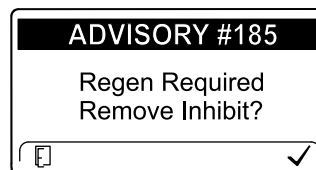

Figure 37
**Remarque:** Si vous programmez l'InfoCenter pour interdire la régénération, l'InfoCenter affiche ADVISORY #185 (avis n° 185) (Figure 37) toutes les 15 minutes tandis que le moteur demande une régénération commandée.